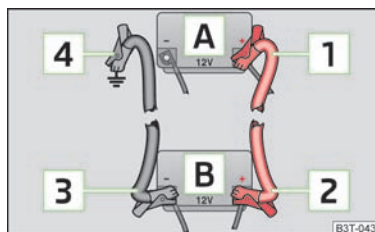

Fig. 181
- Fixez une extrémité **[1]** » fig. 181 sur le pôle positif de la batterie déchargée **[A]**.